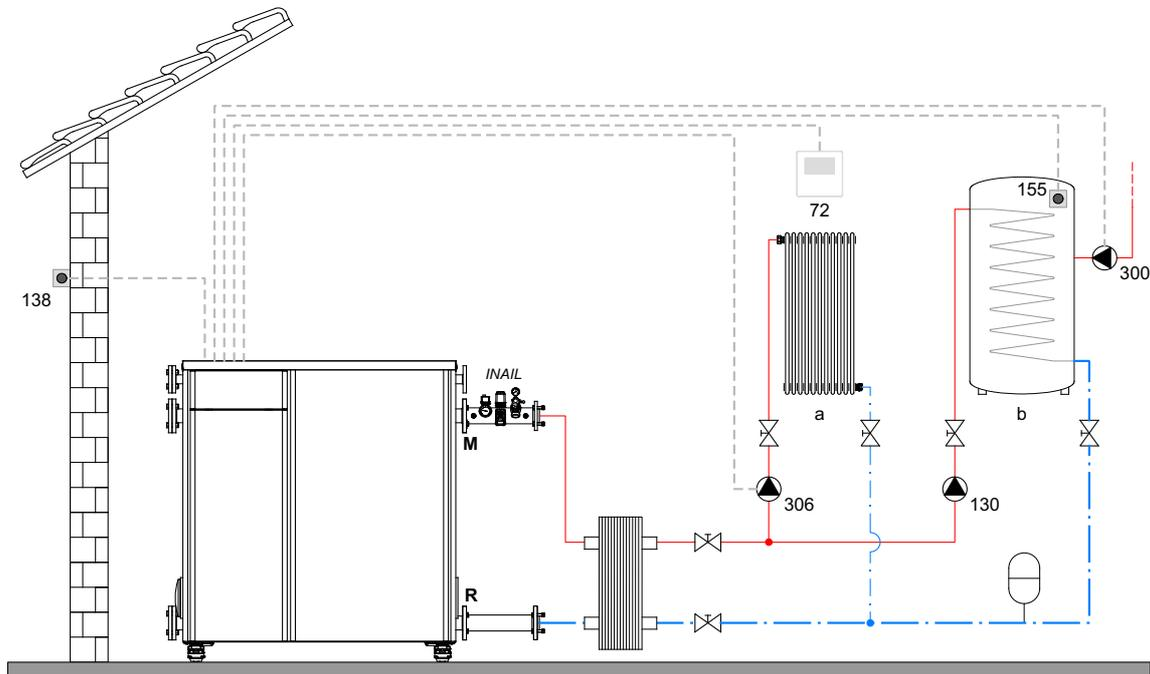
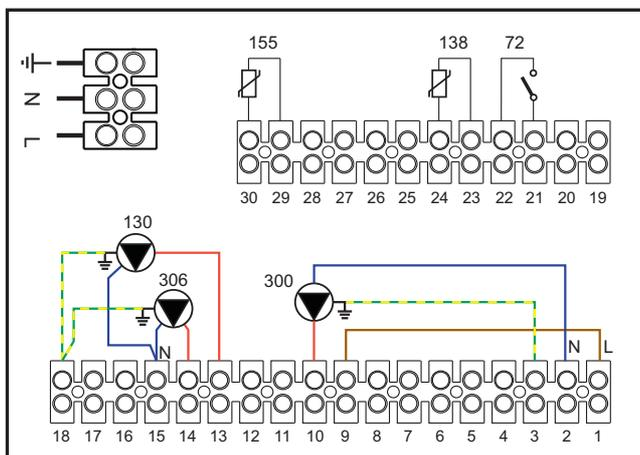

fig. 58
fig. 59
**Legenda (fig. 58 e fig. 59)**